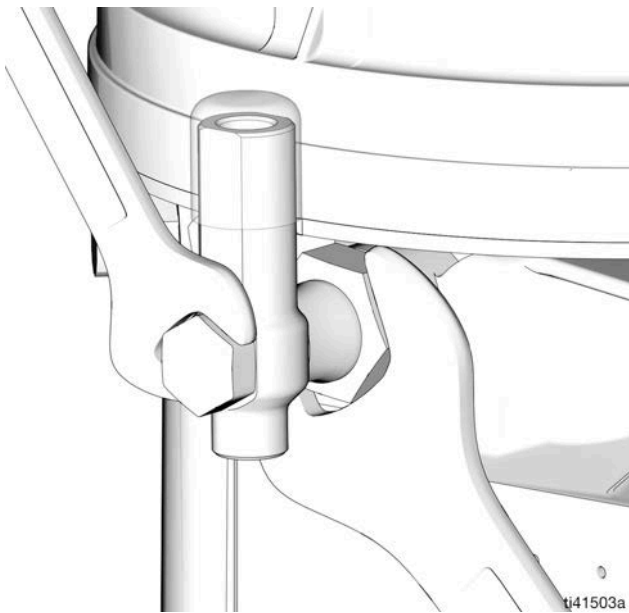

FIG. 21
1. Afloje el accesorio de conexión del elemento de bomba utilizando dos llaves haciendo fuerza en direcciones opuestas (FIG. 21).
3. Apriete el accesorio de conexión del elemento de bomba utilizando dos llaves haciendo fuerza en direcciones opuestas (consulte la FIG. 21).